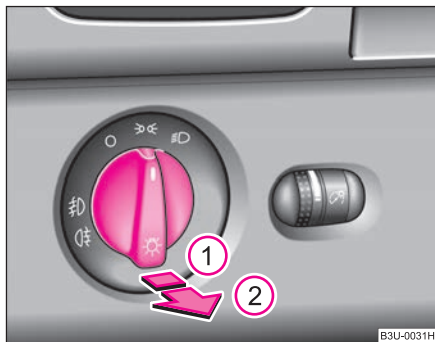

Fig. 36 Tabloul de bord: Întrerupătorul de lumină
- Rotiți întrerupătorul în poziția 𐀀 sau 𐀁 ⇒ fig. 36.
- Trageți întrerupătorul în poziția ①.
- Trageți întrerupătorul în poziția ②.